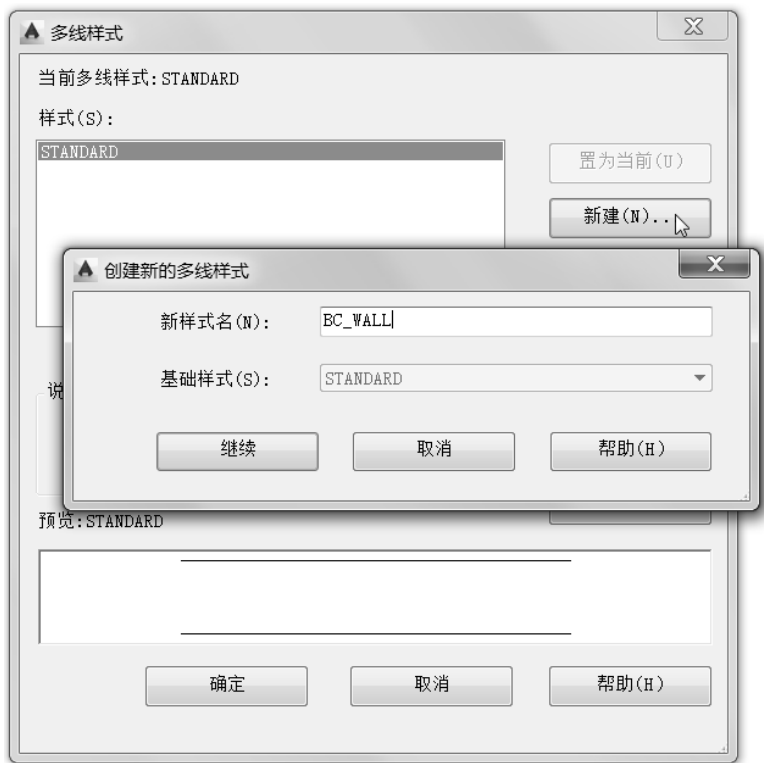

图 2-30 创建新的多线样式
2) 在命令行的“输入命令”提示下输入“MLSTYLE”并按〈Enter〉键，弹出“多线样式”对话框，从中单击“新建”按钮，弹出“创建新的多线样式”对话框，输入“新样式名”为“BC_WALL”，如图 2-30 所示，单击“继续”按钮，弹出“新建多样样式：BC_WALL”对话框。